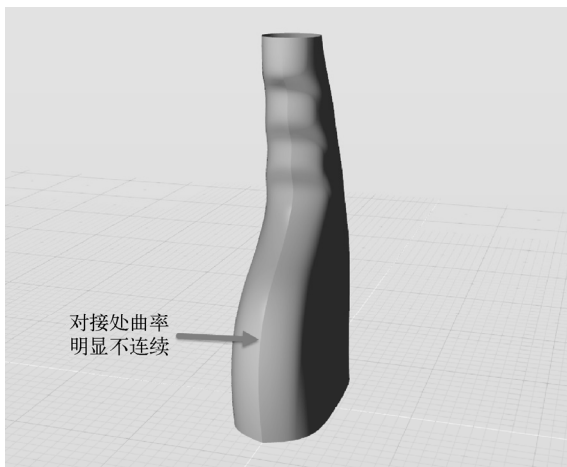

图 4-180 打开练习文件
1) 打开素材文件夹“练习（4.4.11）”中的 Evolve 文件，该文件中包含两个曲面，观察两个曲面可发现对接处曲率明显不连续，如图 4-180 所示。